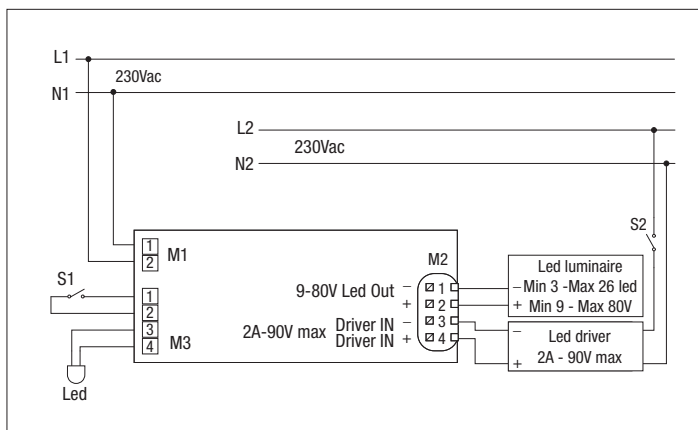

Fig. 3
- **SE:** non-permanent, see fig. 3 (in the event of a power cut, the lighting appliance to which it is connected turns on).
SA: Funzionamento permanente. Il faretto LED in questa configurazione funzionerà normalmente con comando ON/OFF dedicato e in caso di blackout entrerà in modalità emergenza (Fig. 3).